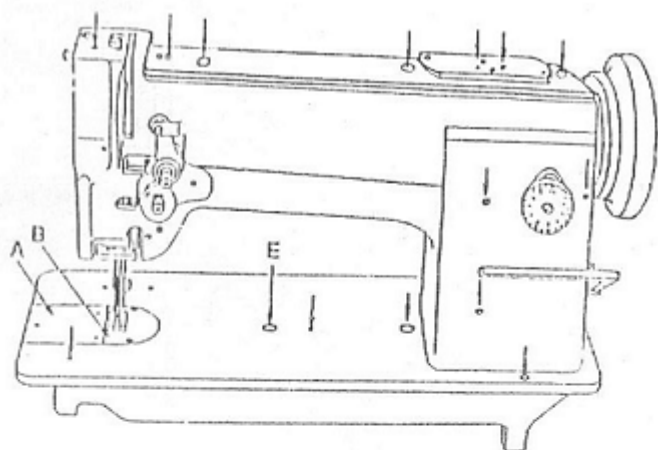

Fig.2
3. Снимите крышку челнока. Рисунок 2, А.
Машина снабжена системой блокировки челнока, она необходимо если в механизм челнока или приводного вала что – то попало. Для блокировки нажмите кнопку Е, рисунок 2, и рукой проверните маховик, пока машина не заблокируется. После этого снимите заднюю и челночную крышку, и произведите очистку рабочих зон.